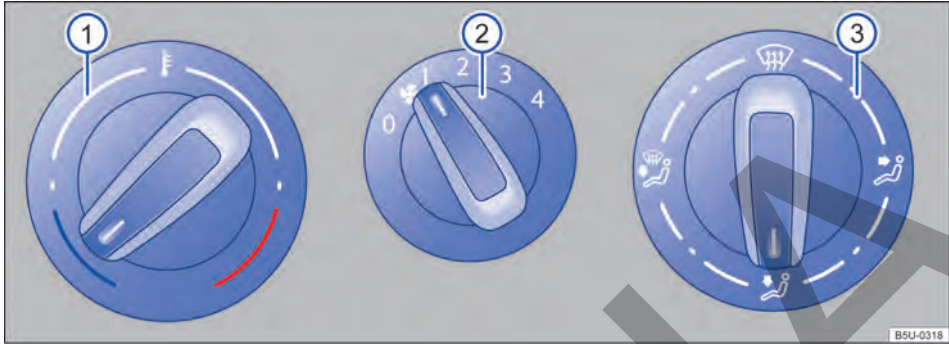
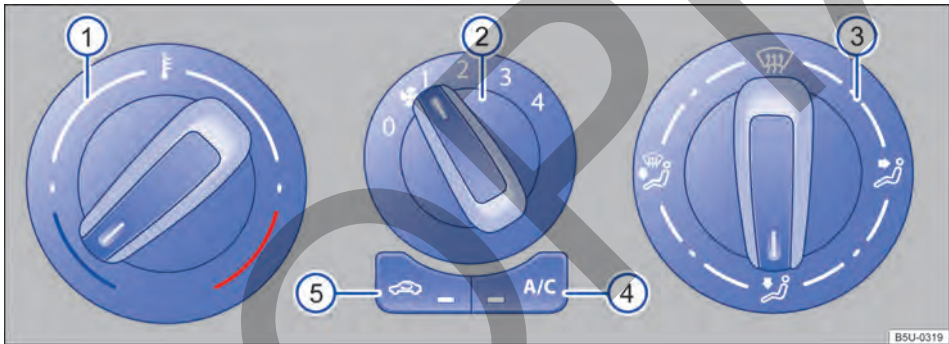

Fig. 73 Comandos del sistema de ventilación y calefacción.
Fig. 74 Comandos del aire acondicionado.
Comandos	Información complementaria del sistema de calefacción y ventilación → fig. 73 y aire acondicionado → fig. 74.
- En vehículos con sistema de calefacción, girar el regulador de temperatura → fig. 73  totalmente hacia la derecha, a la posición máxima de calefacción.
- Girar el botón de distribución de aire → fig. 74 ③ a la posición , en esta posición el modo de recirculación de aire se apaga automáticamente.
- Girar el botón del ventilador ② al nivel 3 o 4.
- Girar el regulador de temperatura ① a la posición deseada.